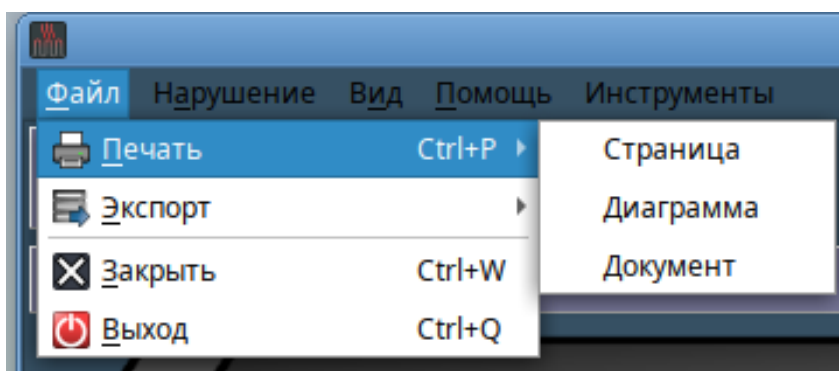

Рис. 4
3.2.2.2.1. Подпункт «Печать» обеспечивает вывод на печать документов, страниц, диаграмм и содержит следующие подпункты (рис. 4):